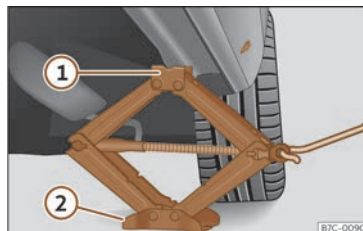

Fig. 197 Longherone: posizionamento del cric del veicolo.
- Ruotare la manovella del cric, posto sotto il punto di appoggio del longherone, per alzarlo finché la linguetta ① >>> fig. 197 non avrà raggiunto l'alloggiamento previsto.
- Allineare il cric in modo tale che la linguetta ① "si agganci" nell'apposito alloggiamento del longherone e la piastra mobile ② resti appoggiata a terra. La piastra ② deve cadere sul lato verticale rispetto al punto di appoggio ①.